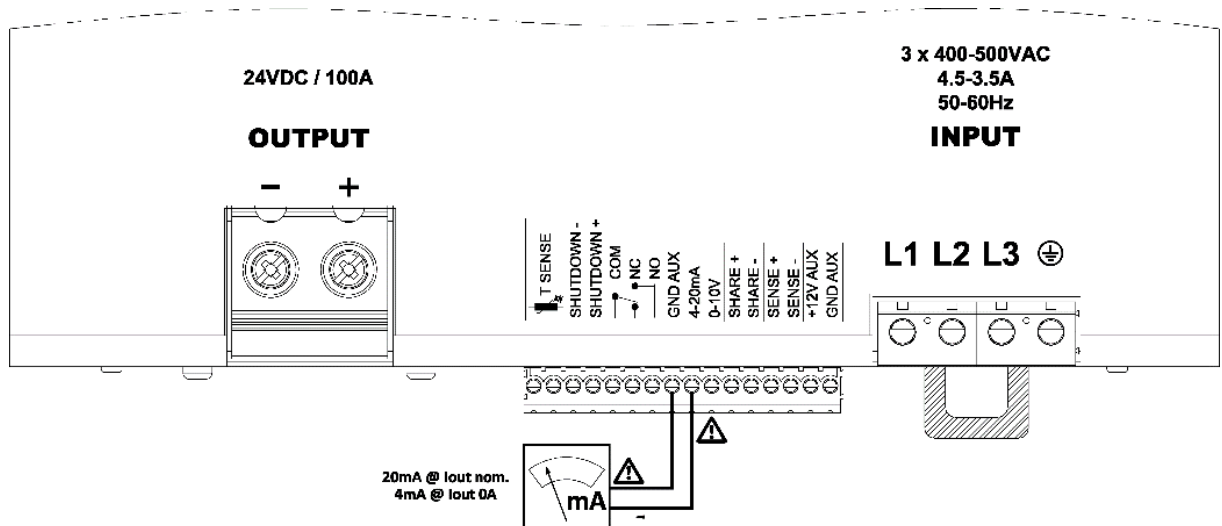

Abbildung 14: 4...20mA Ausgang für SMPS Ausgangsstrom Fernmessanschluss
1. **Externes Signal:** Beim Anlegen einer externen Gleichspannung, wie in Abbildung 14 dargestellt, von 5VDC bis 24VDC an die SHUTDOWN-Eingänge wird der Ausgang des CPSB3-2400 je nach programmierter Abschalt polarität (siehe §6.4.9) ein- oder ausgeschaltet.